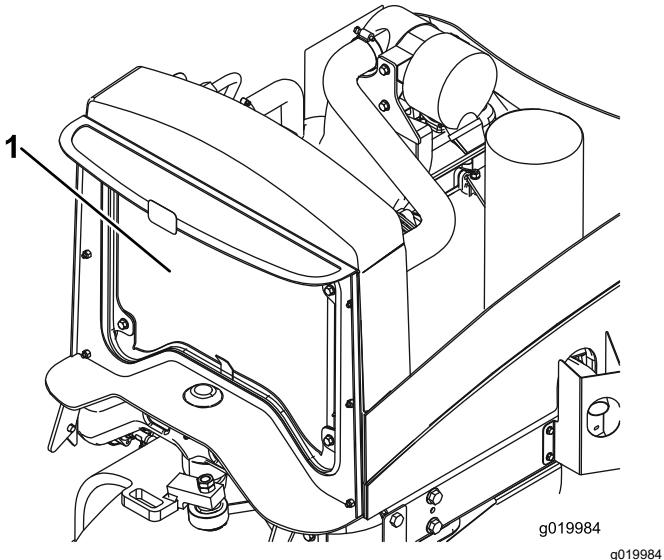

Figura 61
2. Limpie a fondo ambos lados del radiador/enfriador de aceite con aire comprimido (Figura 61).